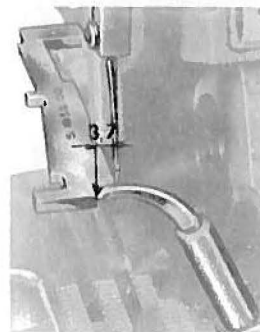
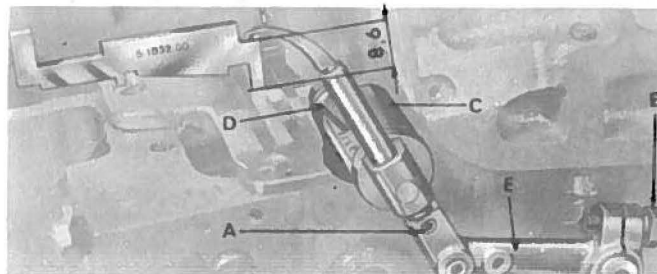

fig. 7
fig. 9
5. Fasatura crochet superiore (fig. 7, 8, 9.)
NOTA - Per ottenere la quota mm. 8,6 in fig. 9 bisogna ruotare verso il basso o verso l'alto la leva E, tenendo presente che così facendo diminuiscono o aumentano le quote della fig. 7 e 8.
- controllare le quote indicate nelle fig. 7 - 8 - 9.